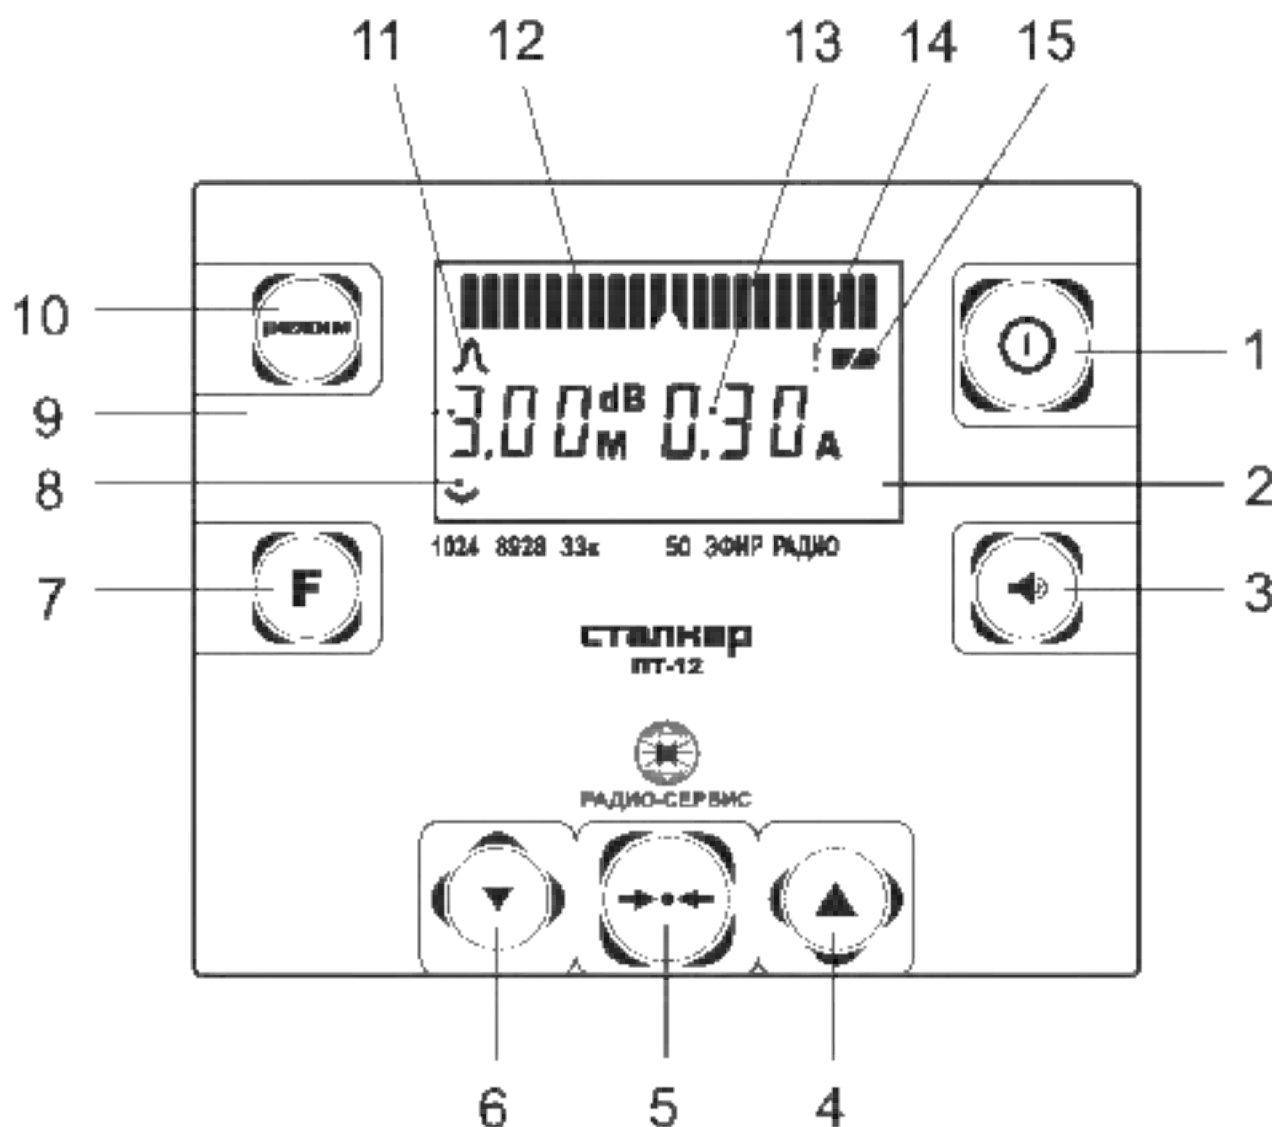

Рисунок 1.4.2 – Передняя панель приёмника
2.2.1 Включение и выключение приемника осуществляется нажатиями кнопки «**I**» (см. рисунок 1.4.2, поз. 1). После включения на индикаторе в течение 2 секунд отображается (слева направо) номер версии микропрограммы и уровень напряжения на источнике питания: при напряжении менее 5,8 В необходимо зарядить аккумулятор (см. п. 2.2.2) или заменить батареи в батарейном отсеке (см. п. 6.3).
Далее во время работы приемника уровень напряжения питания отображается в виде символа «Батарея» (см. рисунок 1.4.2, поз. 15): «полная батарея» – аккумулятор полностью заряжен, «половина батареи» – аккумулятор частично разряжен. При снижении напряжения питания ниже 5,8 В, символ батареи начинает мигать.
Процесс заряда аккумулятора отображается заполнением шкалы уровня сигнала (см. рисунок 1.4.2, поз. 12) на индикаторе. По завершению зарядки шкала горит постоянно.
Находясь над осью трассы следует нажать кнопку « $\rightarrow \bullet \leftarrow$ », при этом на линейной шкале отобразится 15 ± 1 деление. Затем однократно нажмите на кнопку увеличения усиления (поз. 4 рис.1.4.2), чем будет увеличено усиление приемника на 6 дБ (в 2 раза). Перемещаясь перпендикулярно оси трассы в одну и другую сторону найти такие положения, в которых уровень сигнала на линейной шкале будет таким же, каким над осью трассы до увеличения усиления, т. е. на линейной шкале будет отображаться так же 15 ± 1 деление. Расстояние между двумя этими положениями будет равно удвоенному расстоянию от приёмника до оси коммуникации.